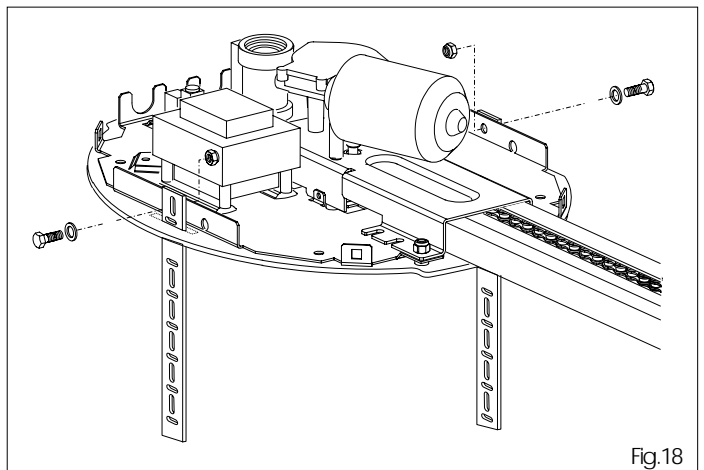

Fig.18
6.9 Insérer les brides en dotation dans les oeillets et bloquer sur l'opérateur avec l'écrou approprié (fig.18).